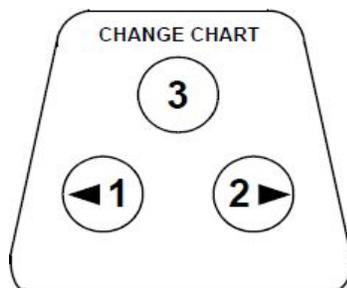

Figura 14. Botones del gráfico
2. Mantenga pulsado el botón de cambio de gráfico (n.º 3 en la *Figura 14*) durante un segundo. El marcador se desplazará hacia fuera de la escala.
3. Compare la temperatura del registrador con la de la solución. En caso necesario, ajuste el registrador pulsando los botones izquierdo y derecho del gráfico (n.º 1 y n.º 2 de la *Figura 14*) durante unos 5 segundos.